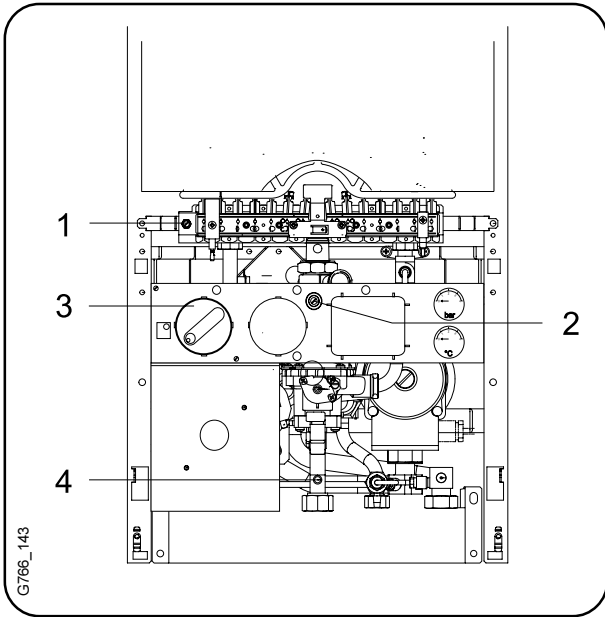

Fig. 10
2. Desenroscar el tornillo de cierre (pos. 1, fig. 10), y conectar el manómetro de columna de agua.
4. Colocar el regulador (pos. 3, fig. 10) a pos. "7".
5. Tomar la presión de boquilla indicada para la potencia seleccionada de la tabla 2 pag. 11, teniendo en cuenta el tipo de aparato. Regular la presión de boquilla, por medio del tornillo de regulación de gas (pos. 2, fig. 10), a izquierda más gas, a derecha menos gas.
6. Cerrar la llave de paso de gas, quitar el manómetro de columna de agua y apretar el tornillo (pos. 1, fig. 10).
7. Soltar el tornillo de cierre (pos. 4, fig. 10), y conectar el manómetro de columna de agua en la toma de medición.
8. Abrir la llave de paso de gas y poner en funcionamiento el aparato. Colocar el regulador (pos. 3, fig. 10) en posición "7".
11. Cerrar la llave de paso de gas, desmontar el manómetro de columna de agua y atornillar fuertemente el tornillo junta (pos. 4, fig. 10).
3. Colocar regulador (pos. 3, fig. 10) en pos. "7".
4. Tomar el caudal de gas (l/min.) indicado para "la potencia exigida" de la tabla 2 pag. 11. Regular el caudal de gas mediante el contador en el tornillo de regulación de gas (pos. 2, fig. 10). A izquierda más y a derecha menos gas.
6. Quitar el tornillo de junta (pos. 4, fig. 10), y conectar el manómetro de columna de agua en la toma de medición.
9. Cerrar la llave de paso de gas, retirar el manómetro de columna de agua y apretar fijamente el tornillo junta (pos. 4, fig. 10).
11. Cerrar la llave de paso de gas, retirar el manómetro de columna de agua y apretar el tornillo junta (pos. 4, fig. 10).